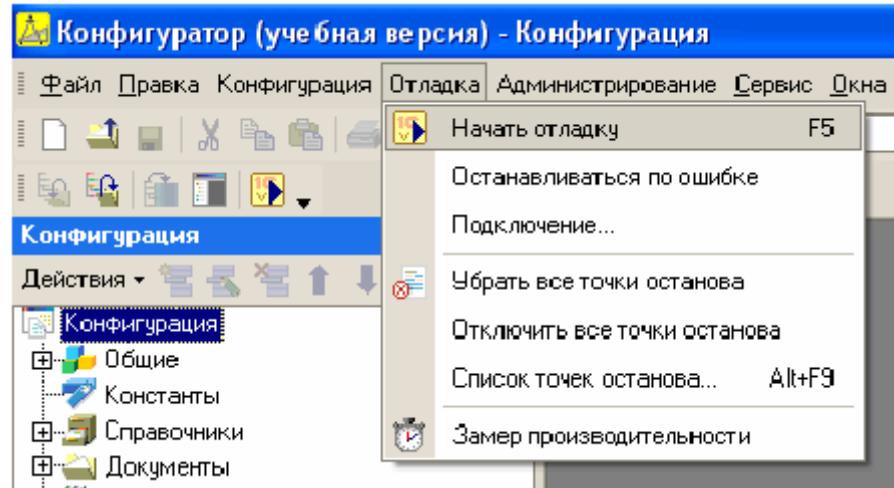

Рис. 15
- пункт *Отладка* → *Начать отладку* (рис. 15);